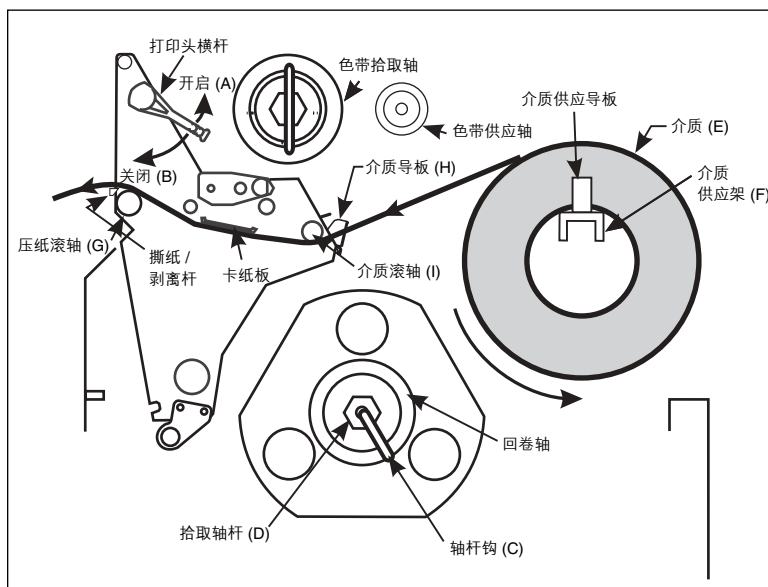
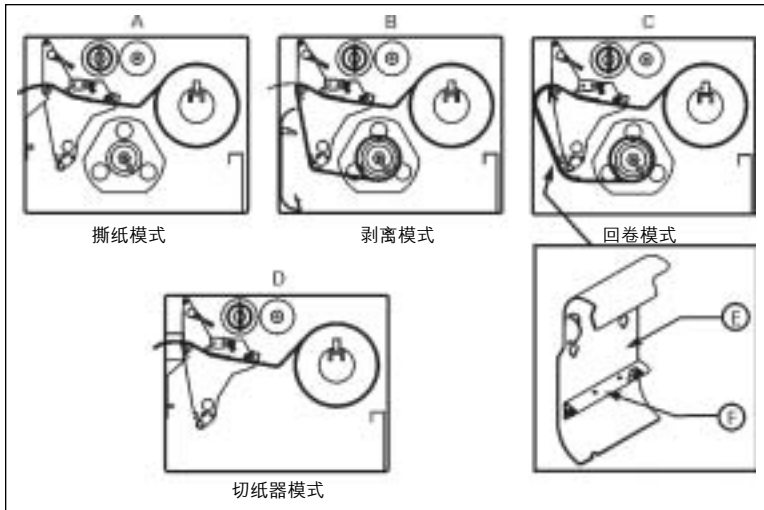

图 4
图 5
### 撕纸模式的介质卷装载 (图 5-A)
1. 将介质卷 (图 4-E) 放置于「介质供应架」(图 4-F) 上。
2. 移动位于「上方打印头组件」上的横杆以开启打印头, 使其位于开启位置 (图 4-A)。
3. 松开「介质导板」(图 4-H) 上的螺丝, 并使导板的位置远离打印机框架, 越远越好。
4. 把介质从「介质滚轴」(图 4-I) 底下穿过, 使其位于「上方介质导板」与「主介质导板」之间, 「打印头」之下, 和「压纸滚轴」(图 4-G) 之上。
5. 调整「介质导板」(图 4-H) 的位置, 直到其碰触到介质外缘, 而不会扣紧为止。请确定其与介质边缘平行, 然后拧紧螺丝。
6. 移动位于「上方打印头组件」上的横杆以关闭打印头, 使其位于关闭位置 (图 4-B)。
## 剥离模式 (图 5-B)
2. 根据「撕纸模式」(图 5-A) 的说明来装载介质。装载介质时, 应允许介质拉出的长度超出撕纸杆 1 米。如果使用标签材料, 请揭下这段介质内的所有标签以形成引头。
3. 从「拾取轴杆」(图 4-D) 上取下「轴杆钩」(图 4-C)。如果您使用卷芯, 请把所有的胶带从卷芯上拆下, 并将其穿在「回卷轴」上, 直到其厚度增加而碰到导板为止。
**注意:** 在关闭「打印头开启杆」之前, 请确认整个介质的通路 (1) 介质经过定位后紧靠内部导板, 而几乎不接触外部导板与「介质供应导板」, (2) 介质已被拉紧, (3) 当介质在「回卷轴」/ 卷芯上卷绕时, 介质与其本身平行, 也与整个走纸通路平行。
## 回卷模式 (图 5-C)
1. 在打印组件的前方, 把「介质回卷板」(图 5-E) 从介质仓内部的存放位置上取出。
2. 反转「回卷板」, 使其附带的「钩板」(图 5-F) 的边缘朝下。
4. 根据「撕纸模式」(图 5-A) 的说明来装载介质。装载介质时, 应允许介质拉出的长度超出撕纸杆 1 米。如果使用标签材料, 请揭下这段介质内的所有标签以形成引头。
5. 从「拾取轴杆」(图 4-D) 上取下「轴杆钩」(图 4-C)。如果您使用卷芯, 请把所有的胶带从卷芯上拆下, 并将其穿在「回卷轴」上, 直到其厚度增加而碰到导板为止。
6. 如图 4 及图 5-C 的方式装设介质, 并且 (1) 在「回卷轴」上卷动 1-2 次, 再重新安装「轴杆钩」, 或 (2) 在 76.2 mm 卷芯上卷动 1-2 次。(对某些类型的介质而言, 特别是签条介质, 如果介质无法在卷芯上卷紧, 您可能需要将介质末端用胶带贴在卷芯上。除非有绝对的必要, 否则不要用胶带把标签材料贴到卷芯上。)
### 切纸器模式（图 5-D）
1. 根据以上「撕纸模式」（图 5-A）的说明来装载介质，不同之处是介质在装设时要穿过切纸器模块，如图 5-D 所示。
折页式介质可以放在介质仓的底部、「折页式介质供应仓」或打印机底部或后方等可利用的外部位置上。调整「介质导板」（图 4-H）的螺丝，让介质不至于滑动；确认其与介质边缘平行。